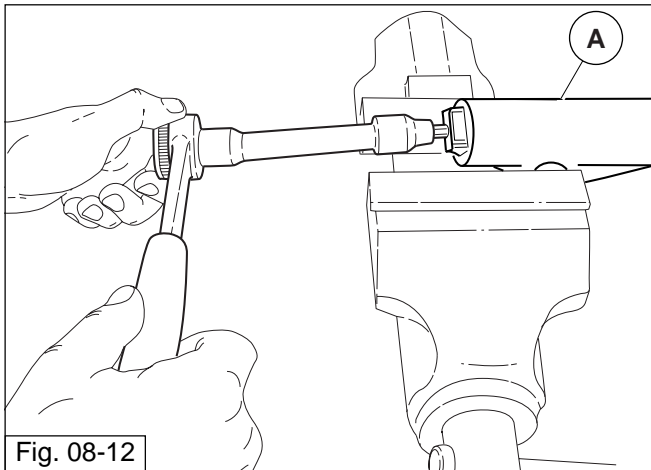

Fig. 08-12
- Bloccare il gambale portaruota "A" (fig. 08-12) in morsa e svitare la vite di fondo con una chiave per esagoni interni e rimuoverla con la relativa guarnizione;
- Clamp slider "A" (fig. 08-12) in a vice, unscrew the foot screw with an inside hex key and remove the screw with its seal;
- Die Radaufnahme "A" (Abb. 08-12) in einen Schraubstock einspannen, dann die Bodenschraube mit einem Inbusschlüssel lösen und gemeinsam mit der entsprechenden Dichtung entfernen.